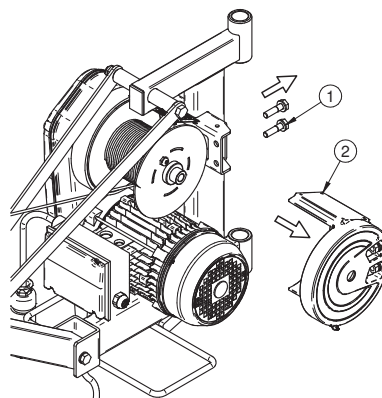

Fig. 4.1
1) retirer le tambour en dévissant les 2 vis Réf.1 Fig 4.1 et en retirant
le support du tambour Réf.2 Fig 4.1